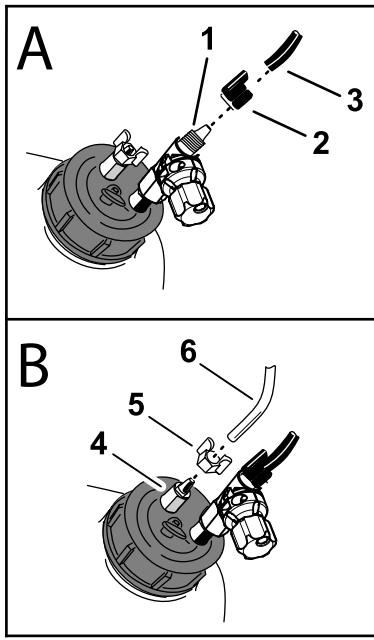

图 2
1. 将在安装泡沫控制阀 \(页码 3\)的步骤 3 中卸下的蓝色压紧螺母图 2 安装到在2 准备管子 \(页码 2\)中切割的压缩机至水箱回环管的蓝色管子上。
2. 将蓝色管子和蓝色螺母安装到盖装调节阀上的接头然后用手拧紧压紧螺母 图 2。
4. 从水箱盖上的接头上拧下白色压紧螺母 图 2。
5. 将白色压紧螺母安装到压缩机至水箱回环管的透明管子上 图 2。